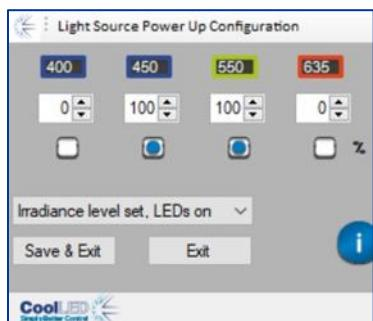
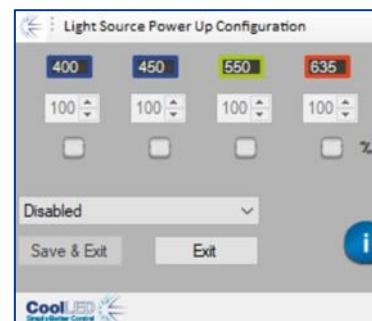

图 18
图 20
3. 使用下拉框选择光源启动状态（见图 18 至图 20）。